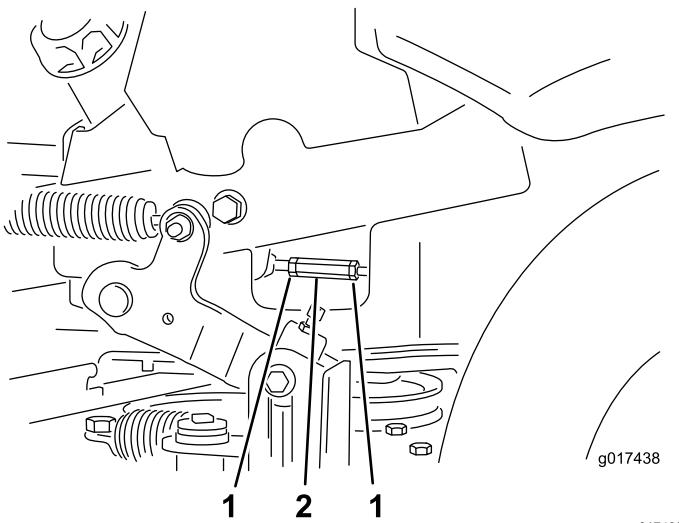

Figura 69
- Regolate le aste di controllo della pompa allentando i 2 controdadi e ruotando il dado di regolazione nella direzione opportuna, finché le ruote girano leggermente indietro (Figura 69).
- Serrate i 2 controdadi contro il dado di regolazione (Figura 69).